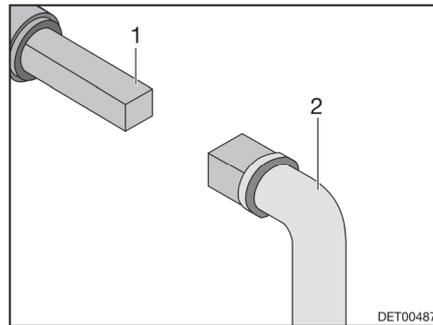

Bild 83 Bedienung Abwasserhahn
- Schlüssel (Bild 83,2) auf Vierkant (Bild 83,1) stecken.